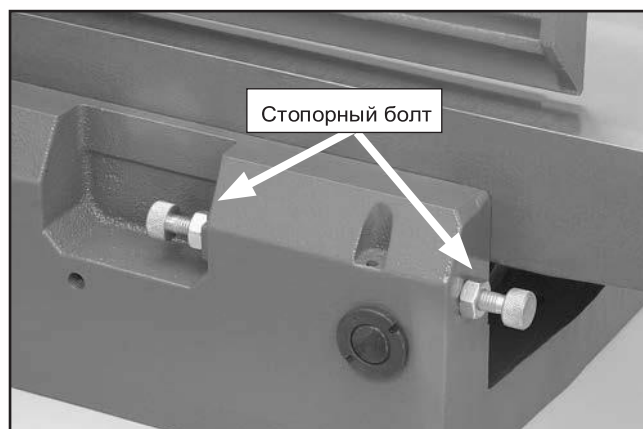

Рисунок 57. Стопорные болты отводящего стола.
4. Ослабьте фиксатор подающего стола, расположенный в передней части станка, и ослабьте стопорные гайки и болты с положительным упором, расположенные в задней части станка сразу за отводящим столом (см. рисунок 57).
8. Затяните фиксатор отводящего стола, расположенный в передней части станка, и затяните стопорные болты и стопорные гайки, расположенные в задней части станка (см. рисунок 57), чтобы отводящего стол не перемещался во время работы.